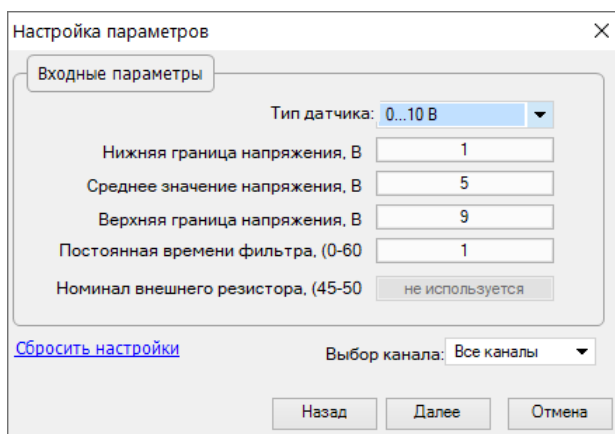

Рисунок 8.9 – Меню настройки параметров
- Далее в окне «Настройка параметров» выбрать значение параметра «Тип датчика» равным «0...10 В» (см. рисунок 8.9).